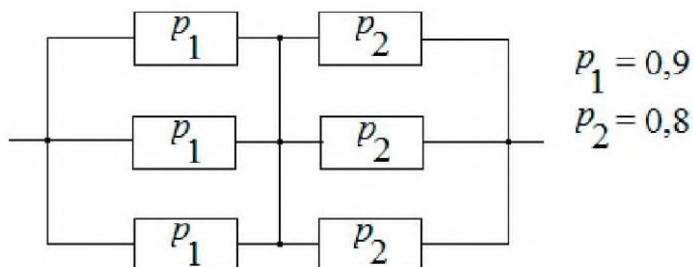

Рис. 2. Схема расчета надежности к задаче 2
2. Схема расчета надежности показана на рис. 2, где приведены данные о вероятностях безотказной работы элементов. Требуется определить вероятность безотказной работы и вероятность отказа изделия.